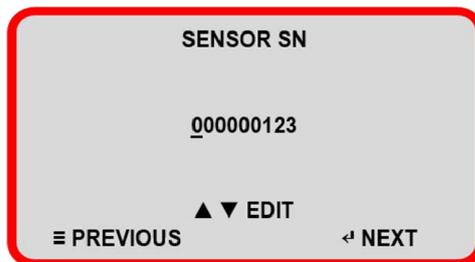

Abbildung 16. Anzeige der Sensor-Seriennummer
1. Verwenden Sie , um **Sensor SN=00000000** auszuwählen. Die Anzeige ändert sich wie unten in Abbildung 16 dargestellt.